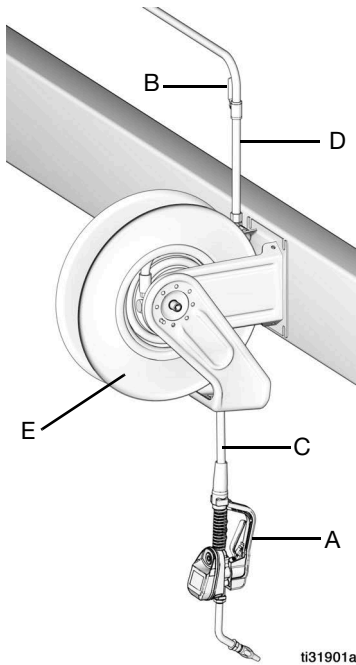

FIG. 6
A instalação típica exibida na FIG. 6 é meramente um guia. Não se trata de um desenho completo do sistema. Entre em contato com o distribuidor Graco para receber assistência e projetar um sistema que satisfaça suas necessidades.
2. Feche a válvula de desligamento (B), consulte a FIG. 6, página 9.
1. Feche a válvula de desligamento do fluido (B), consulte a FIG. 6, página 9) em cada posição de distribuição.
4. Abra lentamente a válvula de desligamento (B) na posição de distribuição. Faça sair uma quantidade suficiente de óleo para assegurar-se de que o sistema esteja limpo; em seguida, feche a válvula.